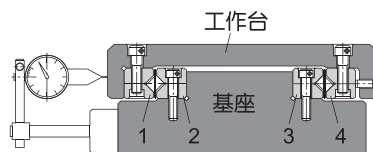

图1 交叉滚柱导轨的安装
(3)基座与工作台按图1所示位置关系进行安装，滚柱保持器由端部插入。这时，保持器若没有间隙插不进去时，可将轨道4往调整螺栓侧挪动后再行插入。
(4)如图1所示，设置好千分表。然后一边左右轻推工作台，一边将所有调整螺栓轻轻地拧入，直到左右没有间隙为止。